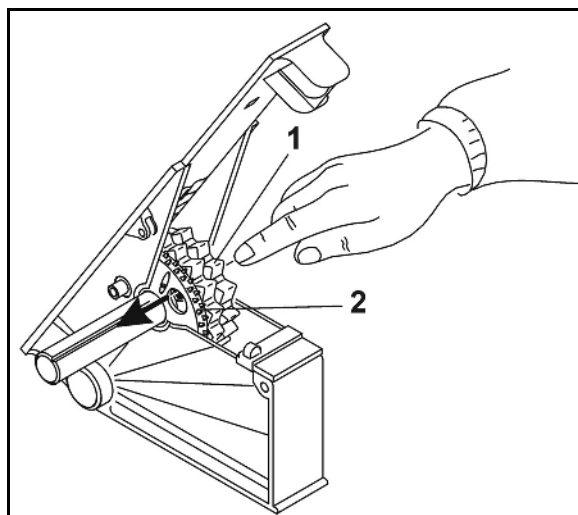

Fig. 30
1. Vrid normalutmatningshjulet (Fig. 30/1) på utmatningsaxeln till stiftet kan ses i utmatningshjulet.
2. Tryck för varje utmatningshjul, så som visas i Fig. 30, stiftet mot finutmatningshjulet (Fig. 30/2). Kontrollera därefter förbindelsen!